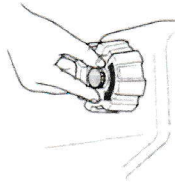

Рис. 20. Последовательность выключения (3)
- 5) Закрутить винт вентиляции воздуха, расположенный на крышке топливного бака, в направлении по часовой стрелке во избежание выброса топлива из бака под действием давления (См. Рис. 20).